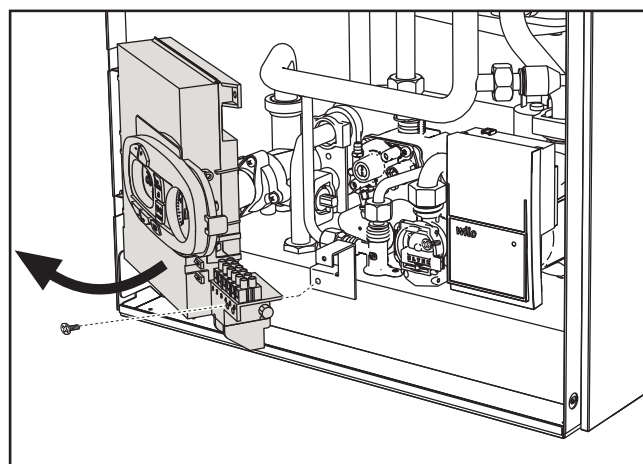

fig. 21
2. Svitare la vite e ruotare il pannello comandi (vedi fig. 21).